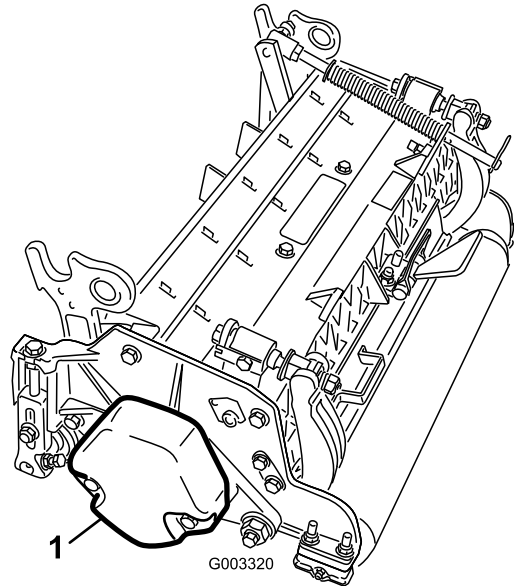

図3
4. カウンタウェイト (**図3**) を、決められている側に取り付けるカッティングユニットのオペレーターズマニュアルを参照。